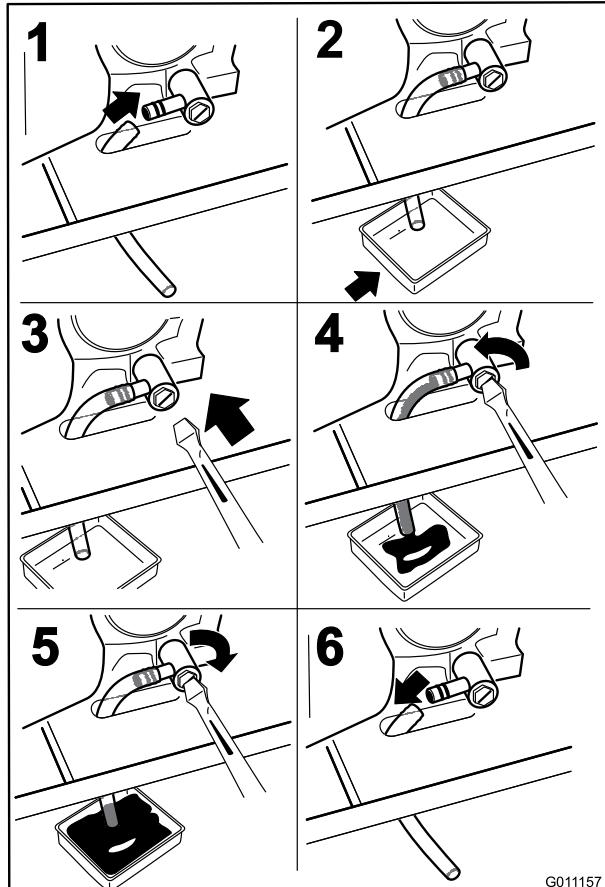

Figura 32
4. Pare el motor, retire la llave y espere a que se detengan todas las piezas en movimiento antes de abandonar el puesto del operador (Figura 32).